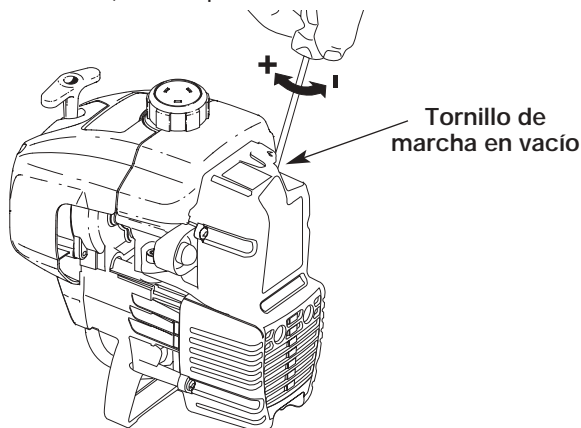

Fig. 40
La velocidad lenta del motor puede ser ajustada por la cubierta del silenciador / filtro de aire (Fig. 40).
2. Suelte el gatillo del regulador y deje que el motor funcione en marcha lenta. Si el motor se para, inserte un pequeño destornillador Phillips o de vástago plano en el orificio de la cubierta del silenciador / filtro de aire (Fig. 40). Gire el tornillo de marcha lenta en **sentido horario**, de a 1/8 de vuelta por vez (según sea necesario) hasta que el motor funciona en mínima.